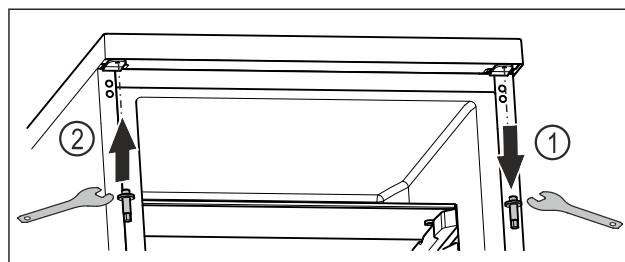

Fig. 21
- ▶ Csavarja ki a felső csapot dugókulccsal. Fig. 21 (1)
- ▶ Csavarozza fel a csapot a másik oldalra dugókulccsal. Fig. 21 (2)